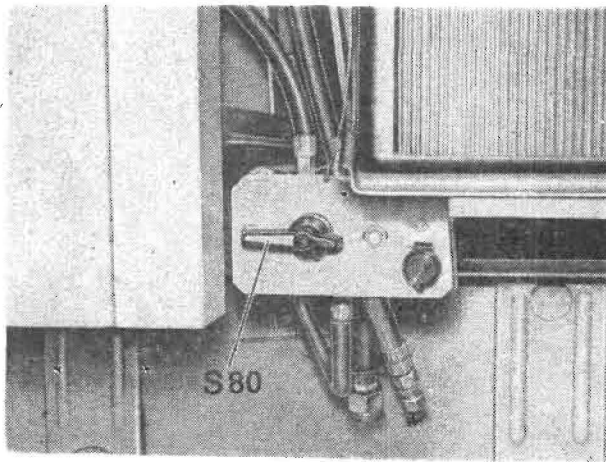

Bild 4/22
- b) Gasverstellhebel (GV) auf „Vollast“ (Bild 4/8). Die Betätigung des Gasverstellhebels ist im Abschnitt 4.2.6.2. beschrieben.